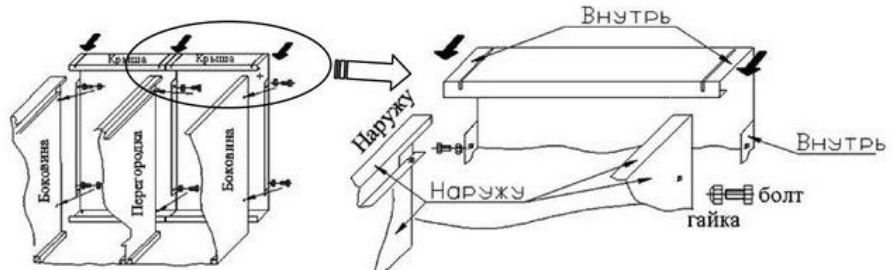

Рис.1
1. Установить крышу вверх шкафа плоскостью наружу так, чтобы в пазы на лицевой стороне крыши вошли отгибы боковых стенок (и перегородки - при наличии двух крыш в случае сборки основного модуля с дополнительным). Боковые отгибы на крыше соединяются с боковинами с внутренней стороны. Совместить отверстия, скрепить болтовым соединением (гайка размещается внутри будущего шкафа) - Рис.1. При сборке ШРС22 или присоединении доп. секций к перегородке соединять одним болтом сразу две крыши.